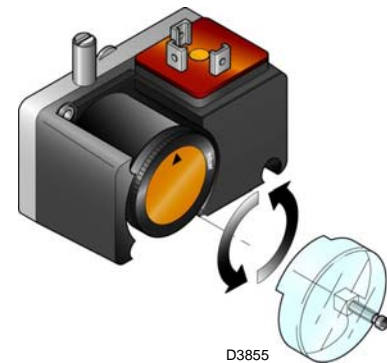

Fig. 38
- Regolare il pressostato gas di minima (Fig. 38) a inizio scala.
Eeguire la regolazione del pressostato gas di minima dopo aver effettuato tutte le altre regolazioni del bruciatore con il pressostato regolato a inizio scala (Fig. 38).